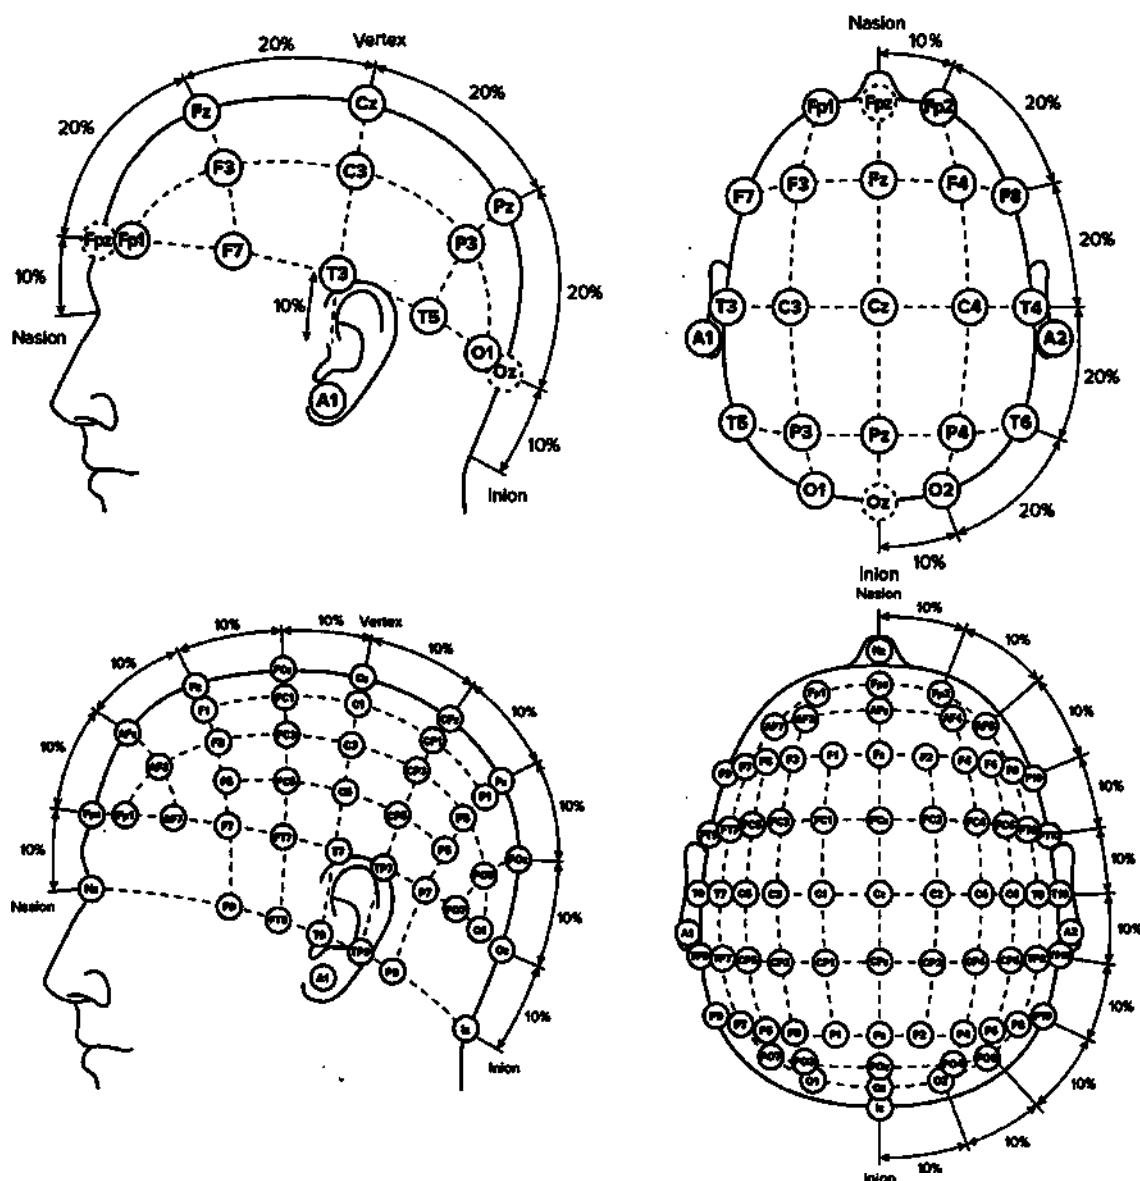
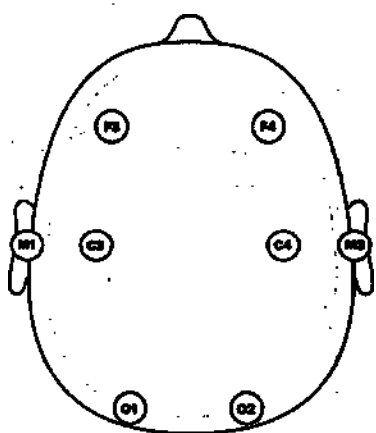

Рис. 25. Международные системы установки электродов 10-20% и 10-10%
Рис. 36. Схема наложения электродов ЭЭГ для ПСГ-обследования
2. Обезжирьте кожу пациента в будущих местах установки ЭЭГ-электродов с помощью спиртовой салфетки. Для определения будущих мест позиционирования электродов используйте необходимую схему, наиболее часто используют международную систему установки электродов 10-20% (Jasper H., 1957) или модификацию 10-10% (рис. 25), для точного измерения расстояний воспользуйтесь сантиметровой лентой.
Позиционирование электродов осуществляется согласно международной системе 10-20% (рис. 25). Согласно AASM рекомендуются следующие отведения: F3-M2, C3-M2, O1-M2, F4-M1, C4-M1, O2-M1. Референтные электроды вместо мочек ушей закрепляются на коже в области сосцевидных отростков. Наложите произвольно и закрепите заземляющий электрод. Подключите наложенные электроды кабелями отведения к электронному блоку системы согласно монтажу (рис. 36).